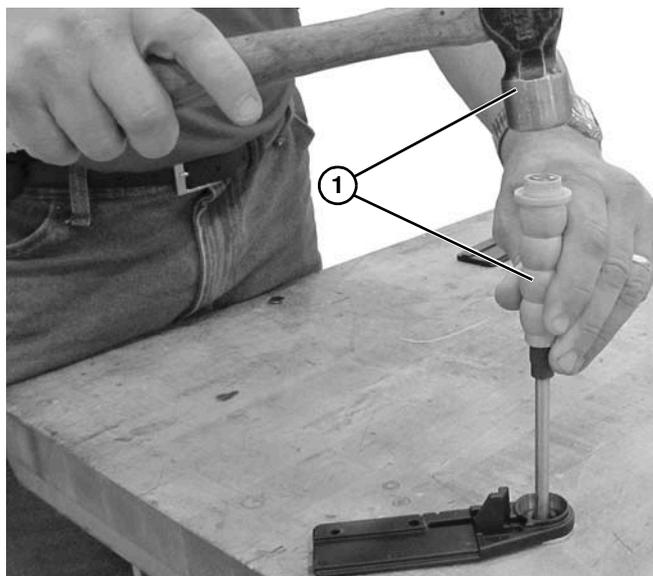

Abbildung 70
3. Einen Hammer oder eine Stanze (6 mm - 13 mm Durchmesser) (**Abbildung 70, Teil 1**) oder langen Bolzen zum Auswerfen des Rohlings (**Abbildung 74, Teil 1**) für Wellenrückfahr-Endplatte mit Unterlegscheibe verwenden.